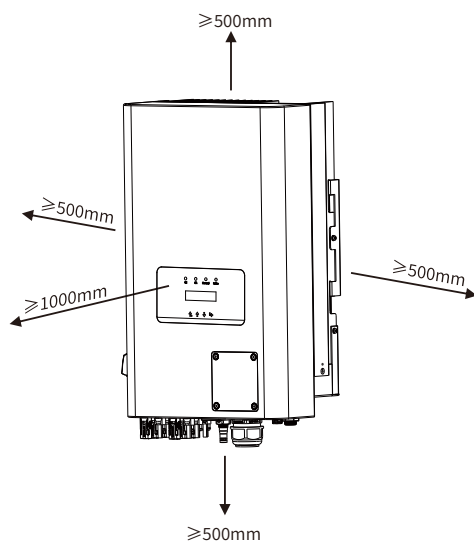

Figura 7. Intervalo de instalação
- Se instalar mais de um inversor, deve-se manter uma distância, tanto das laterais quanto superior e inferior, de no mínimo 50cm entre os equipamentos. Deve ser instalado em um local fora do alcance de crianças. Ver figura 7.